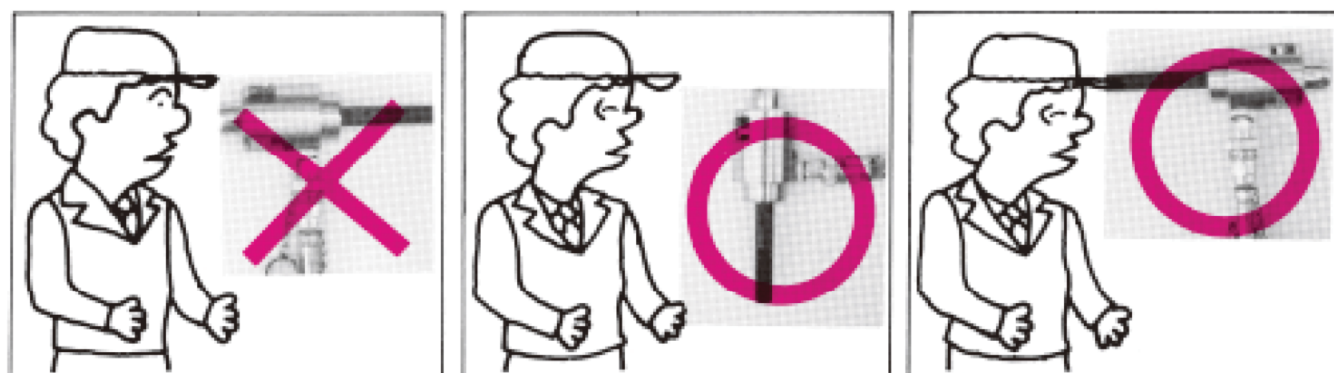

図 5
4.3 作業する際は、シリンダ部を人のいる方向や、自分の方へ向けての使用はさけて下さい。(図5)